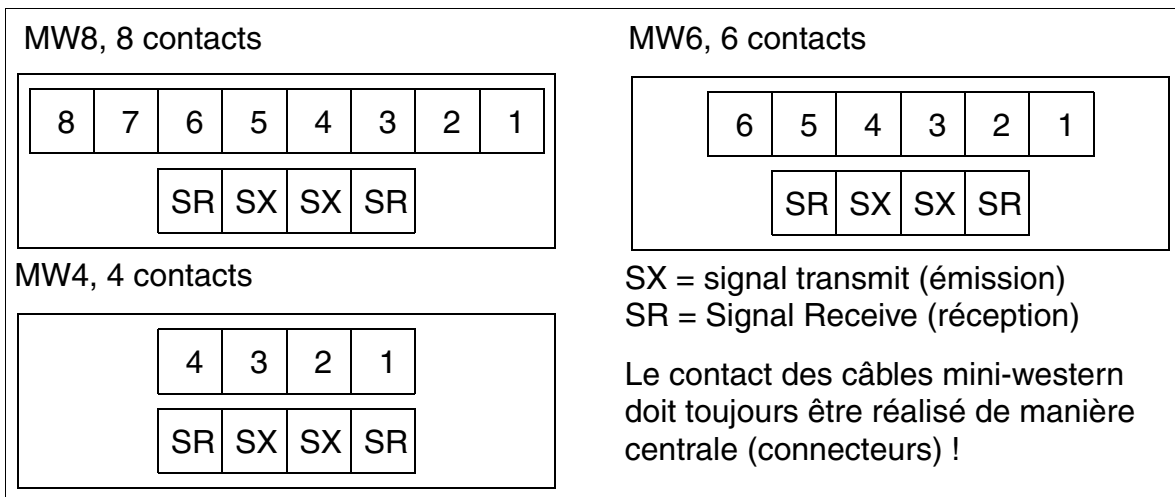

Figure 3-78 Brochage de la prise MWxx (Etats-Unis uniquement)
- Le raccordement se fait toujours par les contacts du milieu des prises MW. La figure 3-78 montre comment les contacts des prises sont affectées, selon les différentes tailles.